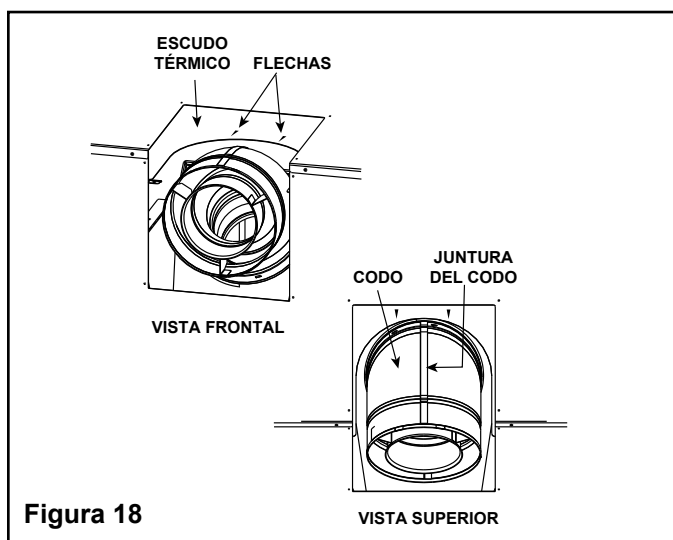

Figura 18
- Para retirar el codo alinee las juntas del mismo con las flechas que se encuentran en el escudo térmico (consulte la figura 18).